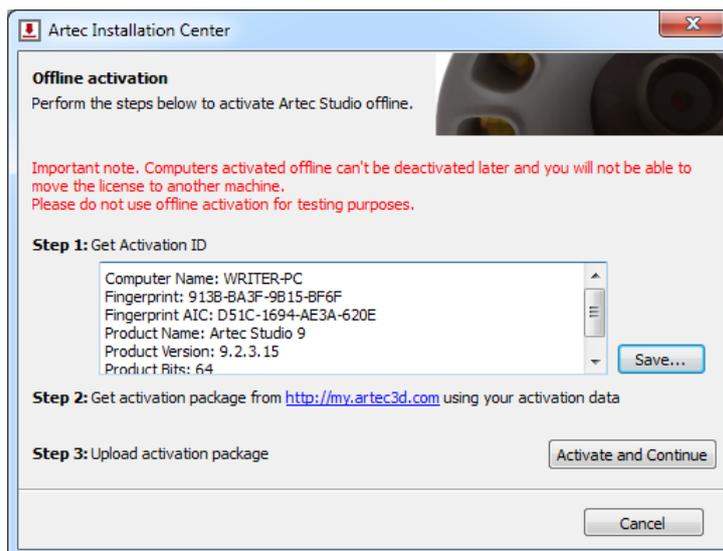

Abbildung 22: Offline-Aktivierungsfenster
3. Im Offline-Aktivierungs-Dialog (*Abb. 22*) auf *Speichern...* klicken und die erzeugte Aktivierungs-ID-Datei auf einem Flash-Speicher oder einem anderen Speicher-Medium sichern.